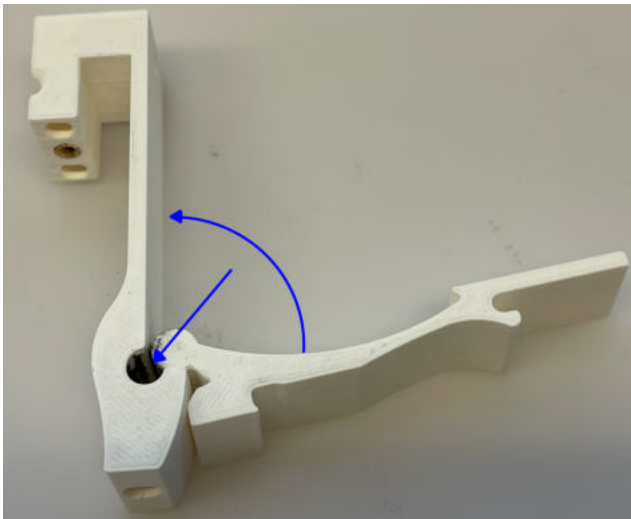

Abb. 15: Das Gelenk wird zusammengepresst.
- (9) Drehe und presse die beiden Stücke ineinander (Abbildung 15).